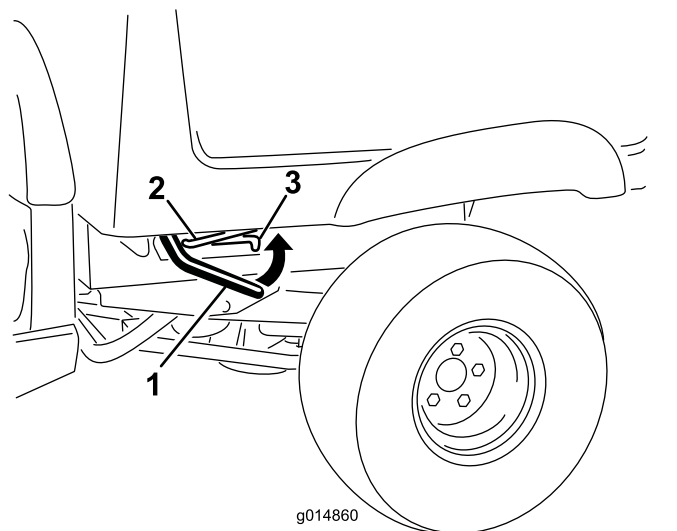

図 18
1. 荷台の右側または左側でレバーを引き上げ、荷台を持ち上げる **図 18**。
1. ラッチバーを引き上げて荷台を少し持ち上げる 図 18。